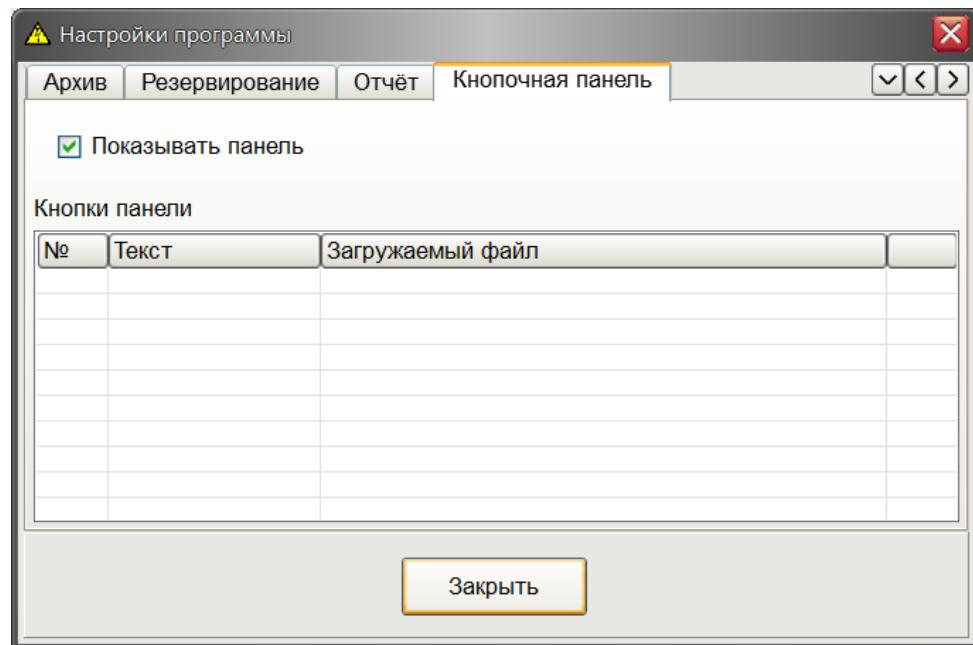

Рисунок 10.1 – Создание кнопочной панели
14. На вкладке «Кнопочная панель» (рисунок 10.1) установить флагок «Показывать панель» для вывода в основное окно программы кнопок переключения между проверяемым электроустройствами. Например, электроприбор имеет 2 ТЭНа, поэтому надо создать две кнопки. Каждой кнопке будет соответствовать свой набор из 5 тестов.